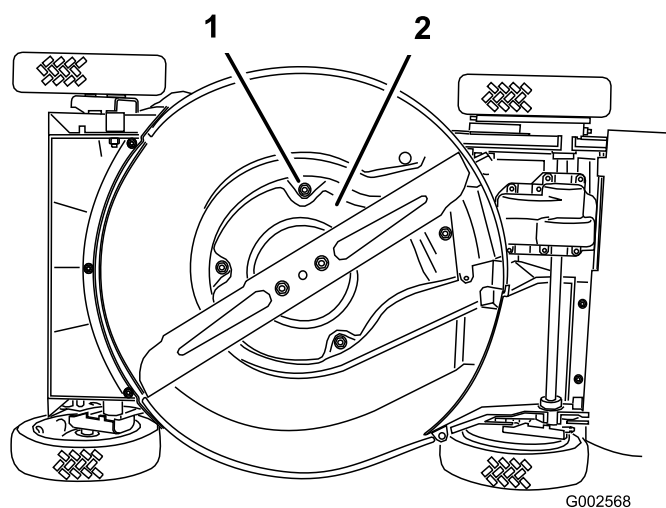

Figura 39
6. Allentare le quattro viti di fissaggio del carter (Figura 39).